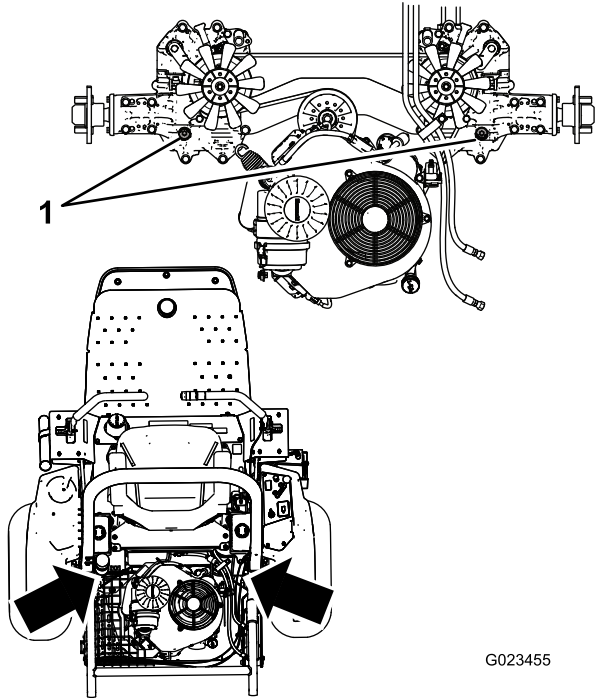

图72
**注意** 要让油更快速地流入系统可以拆下每个静液压传动装置顶部的塞子 图72。当油开始从孔中流出时安装上塞子并持续为油箱加油直达到正确的油位。